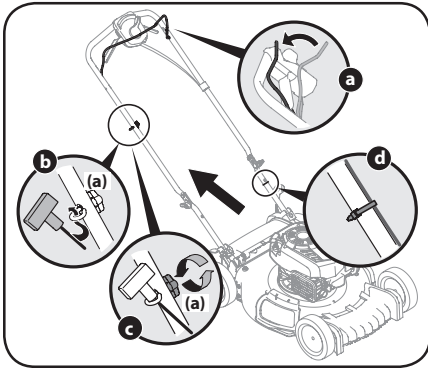
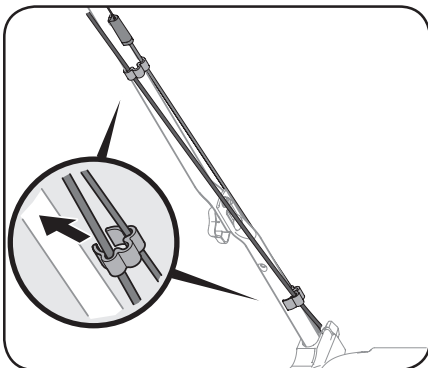

Figura 2-12
Figura 2-13
- Mueva la palanca a la posición deseada para cambiar la altura de corte. Consulte la Figura 2-12 para la rueda baja y la Figura 2-13 para la rueda alta.